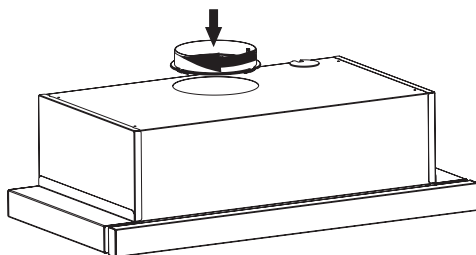

Abb. 3
- Bringen Sie den im Installationszubehör enthaltenen Kunststoffabzugsadapter am Luftauslass der Dunstabzugshaube an (Abb. 3).